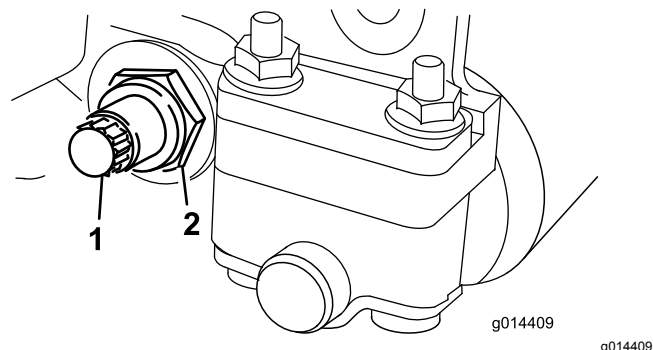

Figura 19
3. Desaperte a porca de bloqueio que segura a cavilha da barra de apoio, em cada um dos lados da máquina (**Figura 19**).
4. Remova cada uma das cavilhas da barra de apoio, de modo permitir puxá-la e retirá-la da máquina (**Figura 19**).